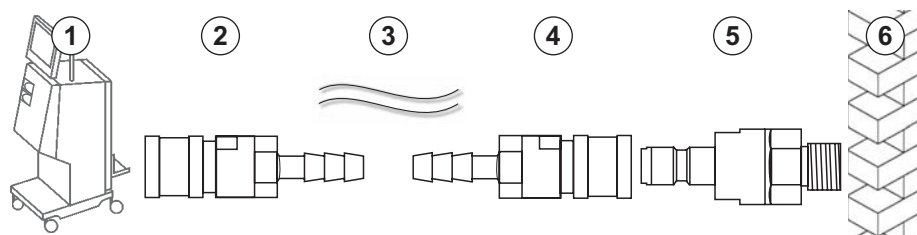
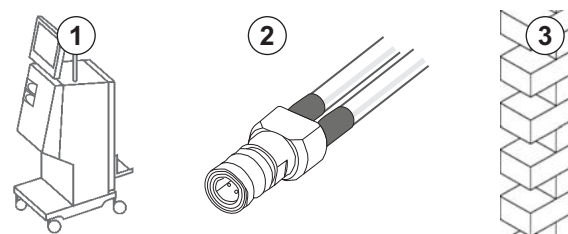

Fig. 4-4 Option 1 : raccords Aquaboss entrée d'eau
Fig. 4-5 Option 2 : raccord Aquaboss entrée d'eau pour boucle
- Option 1 : 2 raccords femelles (Fig. 4-4, ② , ④), diamètre intérieur du tuyau flexible 9 mm, matériau 1,4571 EPDM
- Option 1 : 1 raccord mâle ⑤ , matériau 1,4571 EPDM
- Option 2 (boucle disponible) : boucle secondaire avec adaptateur P-Y double sans bras mort (Fig. 4-5, ②)
Option 2 : une boucle est utilisée. Les tuyaux provenant et allant vers le mur doivent être fixés sur un raccord femelle (Fig. 4-5, ②).
1. Connecter le raccord femelle ② directement à l'appareil.